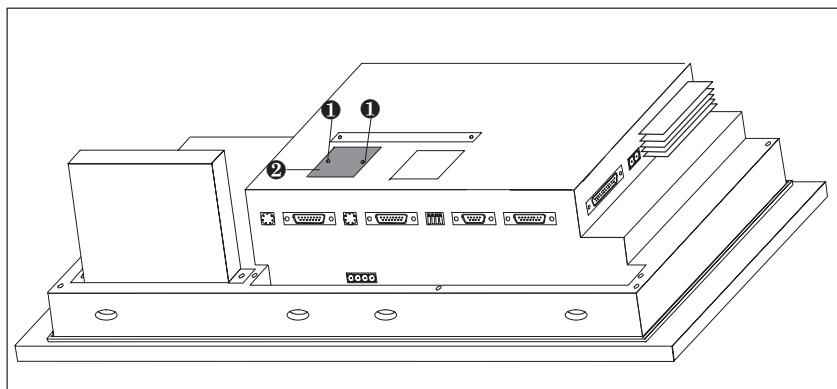

Figure 18-4 Retirer le couvercle (exemple de l'OP37)
2. Dévissez deux rivets ❶ et retirez de la face arrière du pupitre de contrôle-commande le couvercle représenté dans la figure 18-4 et repéré par ❷.